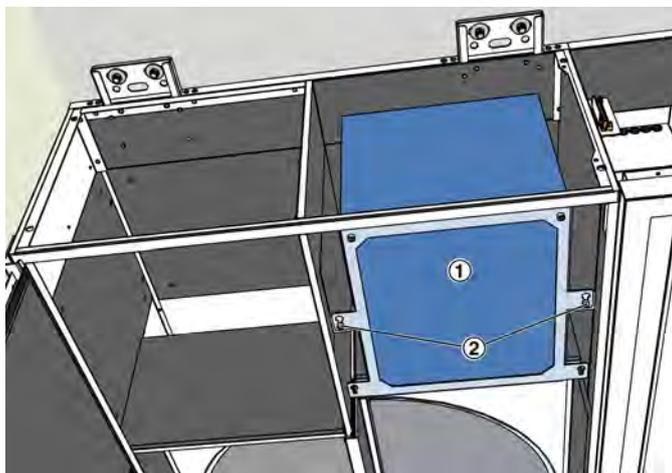

Abb. 16: Schalldämpfer aus Bauteil 1 entnehmen
9. ▶ Im Bauteil 1 den Schalldämpfer (Abb. 16 /1) demontieren, dazu die beiden Innensechskantschrauben (Abb. 16 /2) etwas lösen und anschließend den Schalldämpfer herausziehen. Den Schalldämpfer für die spätere Montage lagern.